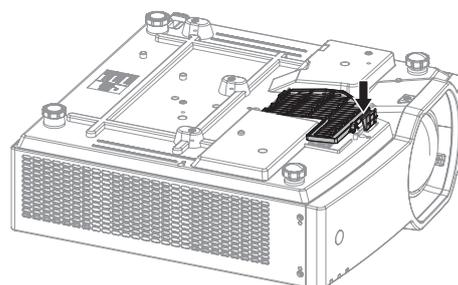

Fig. 2
- Appuyez sur la grille d'entrée d'air comme indiqué sur Fig. 2 afin qu'elle s'enclenche en position.